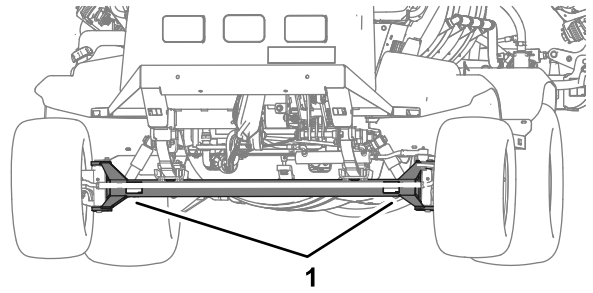
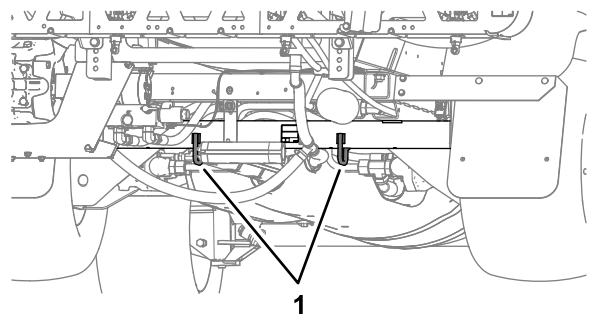

图 54
图 55
- 将机器牢固地栓系在运输车辆上; 图 54 和图 55 显示了机器的栓系点位置。